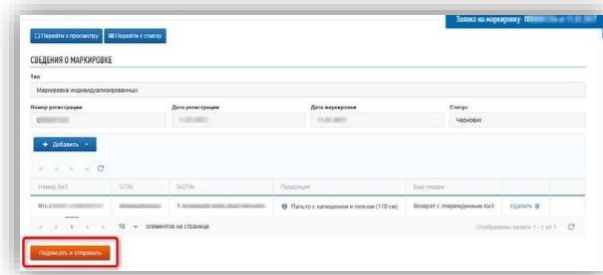

Рисунок 135 – Подпись
- Нажмите кнопку «Подписать и отправить» (рис. 135).